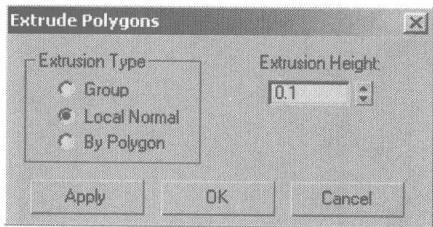
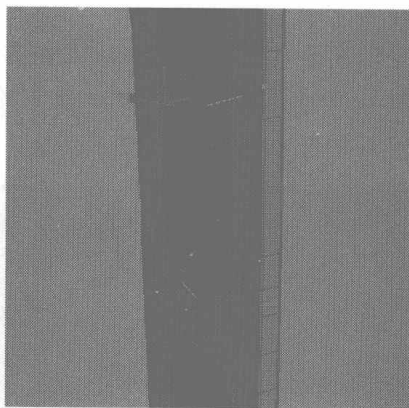

图 4.444
图 4.445
- 23** 切换为面编辑，在 Edit Polygons 卷展栏中单击 **Extrude** 右侧的小按钮，在弹出的对话框中设置挤压参数，如图 4.444 所示，并再移动所选择面，如图 4.445 所示。